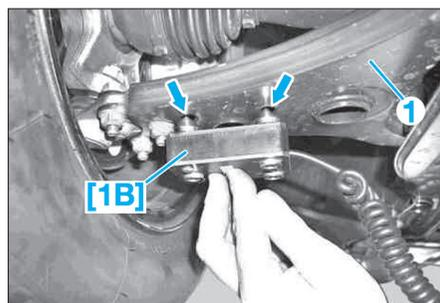

FIG. 2
- Poser le capteur de mesure [1B] (Fig.2) sur le triangle inférieur (1) et mémoriser la valeur mesurée à l'avant gauche puis à l'avant droit.